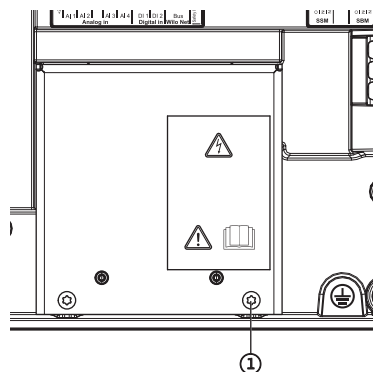

Fig. 113: EMC-beskyttelsesplade
4. Løsn skruerne på EMC-beskyttelsespladen (Fig. 113, pos. 1), og fjern beskyttelsespladen.